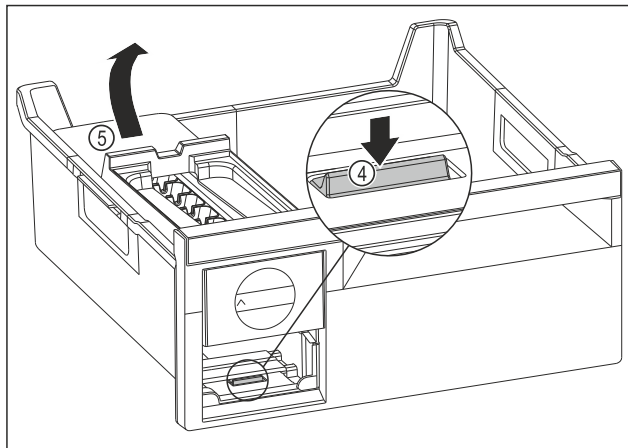

Fig. 106
- ▶ Odoberte korpus EasyTwist-Ice: Strmeň Fig. 106 (4) zatlačte prstom nadol a súčasne druhou rukou zdvihnite zozadu korpus EasyTwist-Ice Fig. 106 (5).